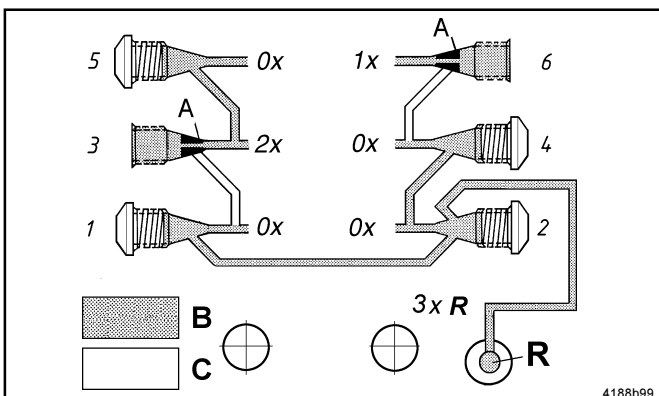

Abb. 5 - Interne Rückführung von Schmierstoff; nur bei hinten montierten Schmierstoffverteilern ab Serien-Nr.998000100C/001
- wenn ab Serien-Nr.998000100C/001 (Abb. 5) der Auslaß 2 mit einer Verschlussschraube verschlossen wird. Schmierstoffmengen der geraden und ungeraden Auslässe sind über die Verbindung der Auslässe 1 und 2 zurückführbar.
- Zum Zurückführen immer bei den Auslässen mit den kleinsten Auslaßnummern beginnen, z. B. 2, 4, 6... oder 1, 3, 5... plus Auslaß 2. In Abb. 5 fließen die Mengen der Auslässe 1, 2 und 4 (3xR) in den Behälter zurück.